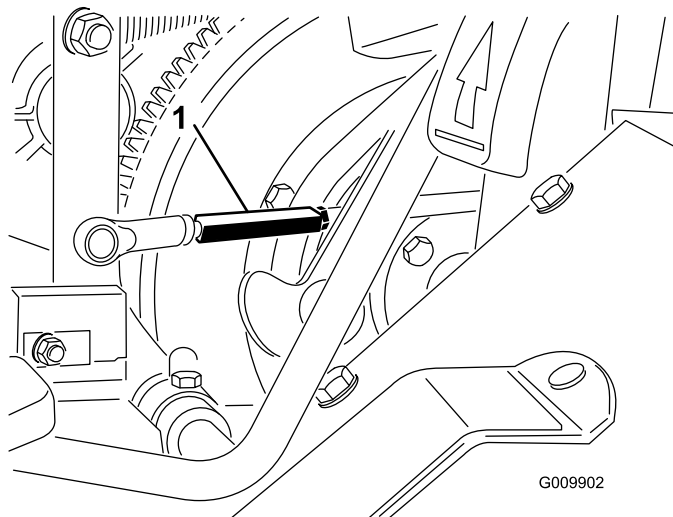

Figura 58
2. Desaperte as porcas de bloqueio em cada extremidade do tambor da barra de tracção (Figura 58).